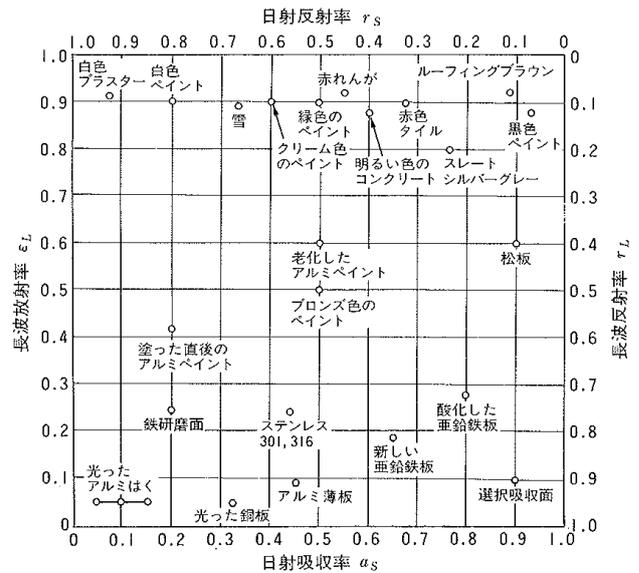

図 2. 材料表面の日射吸収率および長波放射率\*5
□ 材料の製造元に問い合わせるのが一番確実ですが、図2.に材料の違いによる日射吸収率と長波放射率を示します。図中に無い材料については類似した材料の数値を使用したり、材料ごとの分布から類推することが出来ると思います。